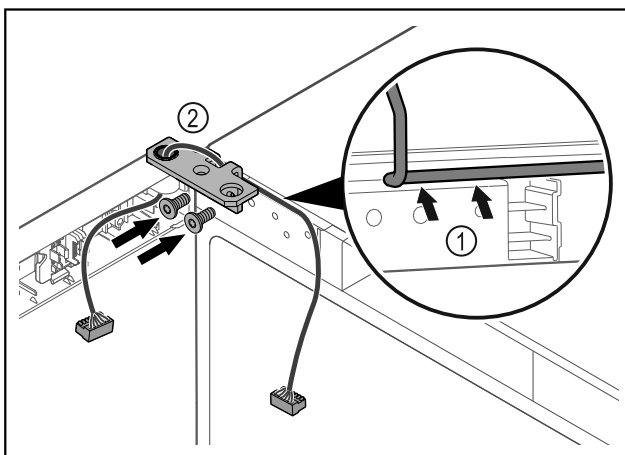

Fig. 46
- ▶ Проведите кабель через отверстие в шарнирном уголке и аккуратно уложите его Fig. 46 (1).
- ▶ Привинтите шарнирные уголки Fig. 46 (2).